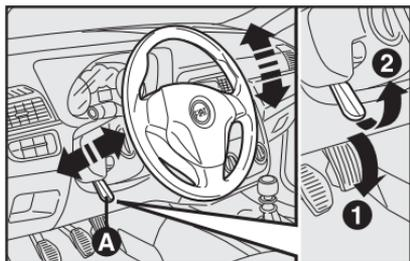

fig. 10
### VOLANTE - fig. 10
- 1) Desplace la palanca A hasta la posición **1-fig. 10**.
- 3) Vuelva a poner la palanca en la posición **2-fig. 10** para trabar nuevamente el volante.